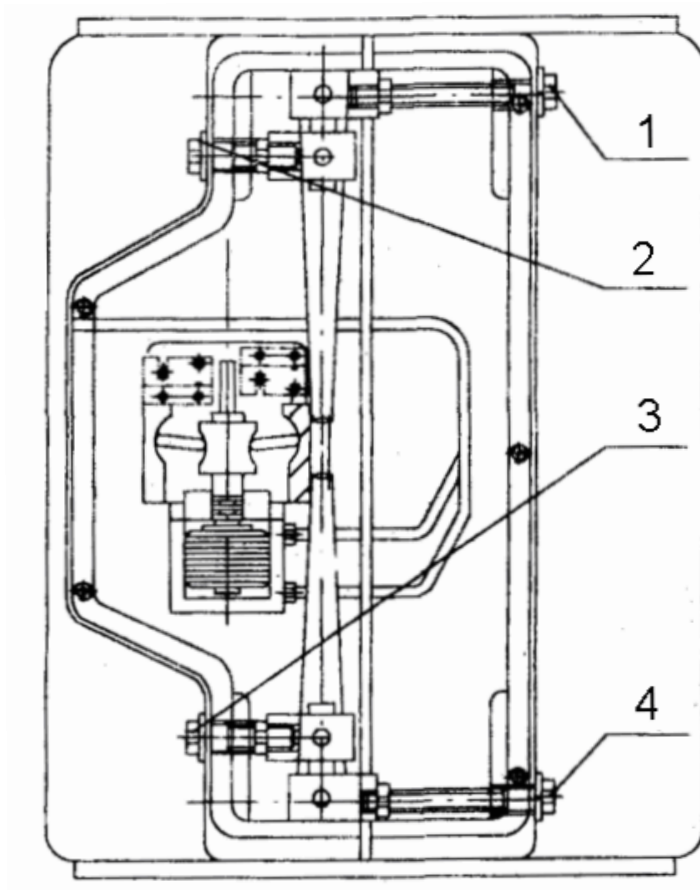

Рис. 7.3 Регулировка зажима руки
7.2.3. Регулировка зажима руки (см. рис. 7.3)